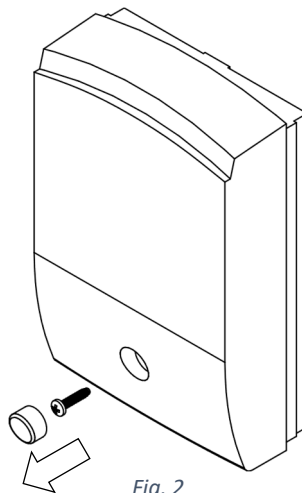

Fig. 2
- Togliere il tappo e svitare la vite come indicato in Fig. 2.